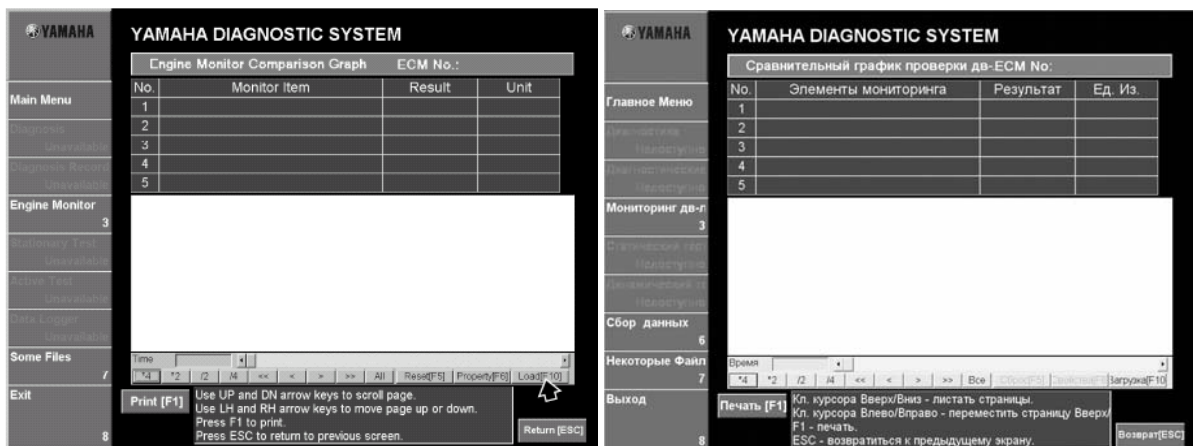

Рис. 61
4. Щелкнуть **Загрузка[F10]( Load [F10])**, или нажать клавишу F10. (Рис. 61)